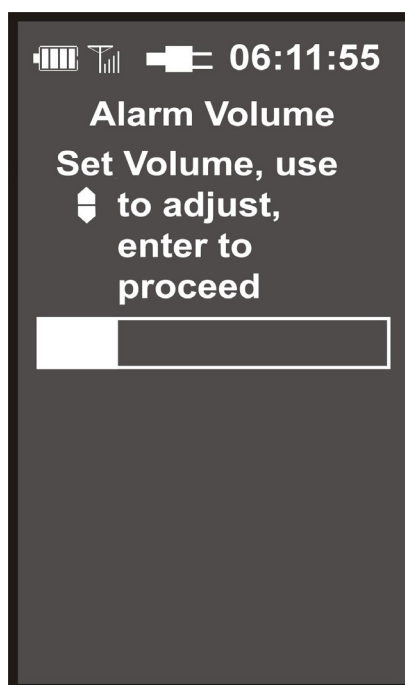

Figure 4-9. Ecran de réglage du volume sonore des alarmes
4.7.2 Volume sonore des alarmes La pompe à perfusion pour IRM MRidium™ 3860 permet au clinicien de régler le volume sonore des alertes et alarmes destinées à l'utilisateur (**Voir figure 4-9**). Au cours du réglage, la pompe émet une alarme pour permettre d'entendre de volume actuellement paramétré. La plage de volume est indiquée par une échelle visuelle. Procéder comme suit pour régler le volume sonore des alarmes :